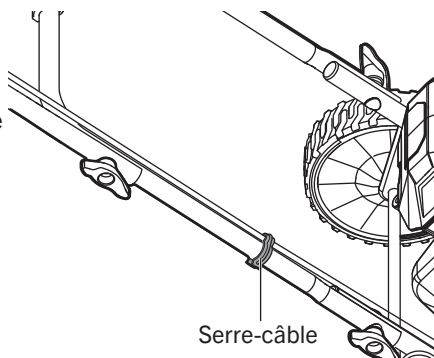

FIG. 6
3. Fixez le câble au cadre de la poignée centrale à l'aide du serre-câble, comme illustré à la fig. 6.